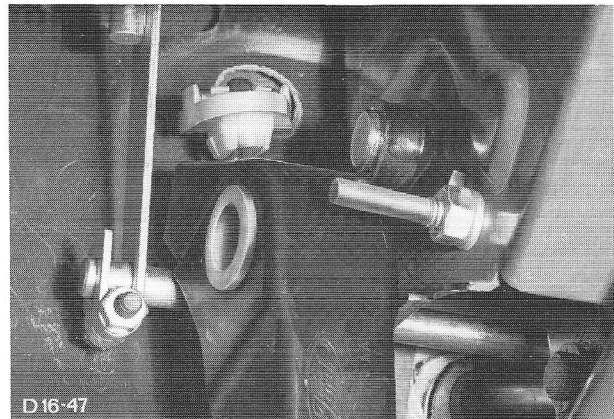

Fig.195 Koppelingkabel losmaken en aansluiten.
5. Sluit de koppelingkabel aan op het pedaal door de pen in het kabeloog te duwen (fig.195).